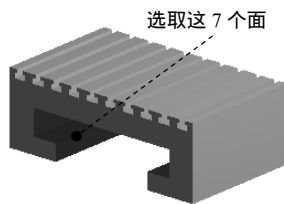

图 7.6.19 定义目标面
(2) 定义目标面。单击以激活 **Target** 后的文本框，选取图 7.6.19 所示的模型表面为目标面（7 个面），单击 **Apply** 按钮。